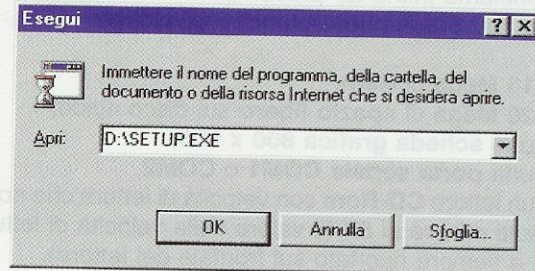

Fig.12 Quando compare questa finestra portate il cursore all'interno della fascia bianca e digitate D:\SETUP.EXE. Per confermare l'istruzione cliccate su OK.
- Cliccate sulla scritta **Esegui** e quando comparirà la finestra di fig.12 portate il cursore del mouse all'interno della fascia bianca e digitate la seguente istruzione: D:\SETUP.EXE.